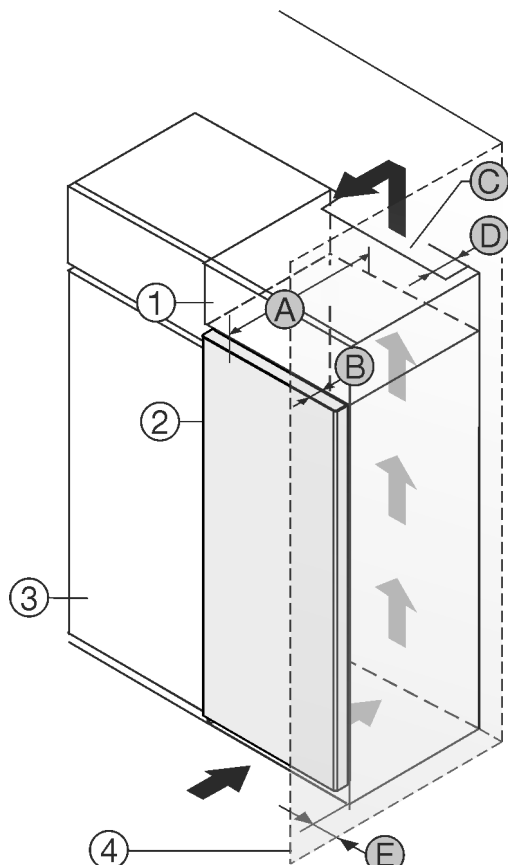

Fig. 1
Apparaat direct naast de keukenkast Fig. 1 (3) opstellen.
Aan de achterzijde van de opzetkast moet een luchtafvoerkanaal met de diepte Fig. 1 (D) over de volledige breedte van de opzetkast aanwezig zijn.
Onder het plafond moet de ventilatie doorsnede Fig. 1 (C) worden aangehouden.
Als het apparaat met de scharnieren naast een wand Fig. 1 (4) wordt geplaatst, moet de afstand tussen het apparaat en de wand minimaal 13 mm bedragen.
Als het apparaat met de scharnieren naast een wand Fig. 1 (4) wordt geplaatst, moet de afstand tussen het apparaat en de wand minimaal 20 mm bedragen.
Om de deuren volledig te kunnen openen, moet het apparaat overeenkomstig de diepte deur Fig. 1 (B) t.o.v. het keukenkastfront uitsteken. Afhankelijk van de diepte van de keukenkasten Fig. 1 (3) en het gebruik van de wandafstandshouders kan het apparaat verder uitsteken.